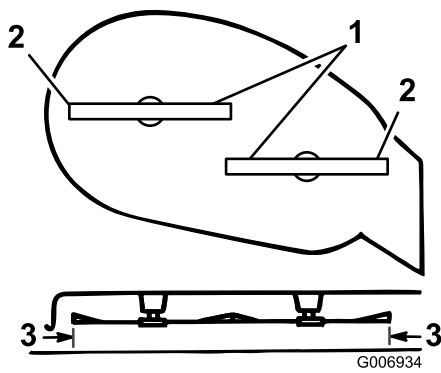

Figure 47
- Tournez prudemment les lames pour qu'elles soient parallèles dans le sens transversal (Figure 47).
- Mesurez la distance entre les tranchants extérieurs et le sol plat (Figure 47). Si les deux mesures diffèrent de plus de 5 mm, un réglage est nécessaire (voir les points 7 à 10).